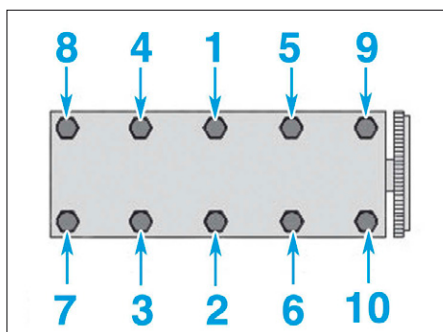

FIG. 33
- Respecter l'ordre et les couples de serrage de la culasse (Fig.33).